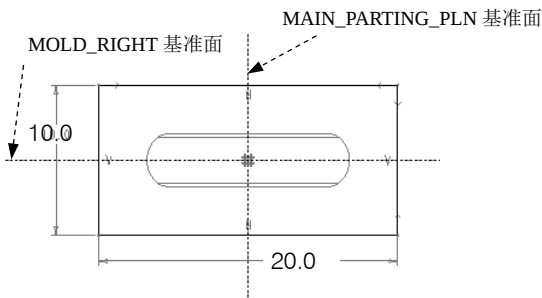

图 18.2.12 截面图形
(2) 创建实体拉伸特征。
① 选取拉伸类型：在操控板中，确认“实体”类型按钮被按下。
② 定义草绘截面放置属性：在绘图区中右击，从系统弹出的快捷菜单中选择 **定义内部草绘...** 命令；系统弹“草绘”对话框，选择 MOLD_FRONT 基准面作为草绘平面，MAIN_PARTING_PLN 基准面作为草绘平面的参考平面，方向为 **左**，单击 **草绘** 按钮，至此系统进入截面草绘环境。
③ 进入截面草绘环境后，系统弹出的“参考”对话框，选取 MOLD_RIGHT 基准面和 MAIN_PARTING_PLN 基准面为草绘参考，然后单击 **关闭(C)** 按钮；绘制图 18.2.12 所示的特征截面，完成绘制后，单击“草绘”操控板中的“确定”按钮.